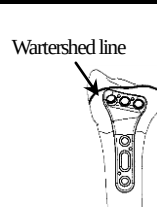

図10
- 10) プレートの遠位縁をイメージ下に橈骨遠位掌側隆起部(Watershed line)に一致させ、プレートの骨幹部を橈骨骨軸中央に配置されるよう設置します。(図10)